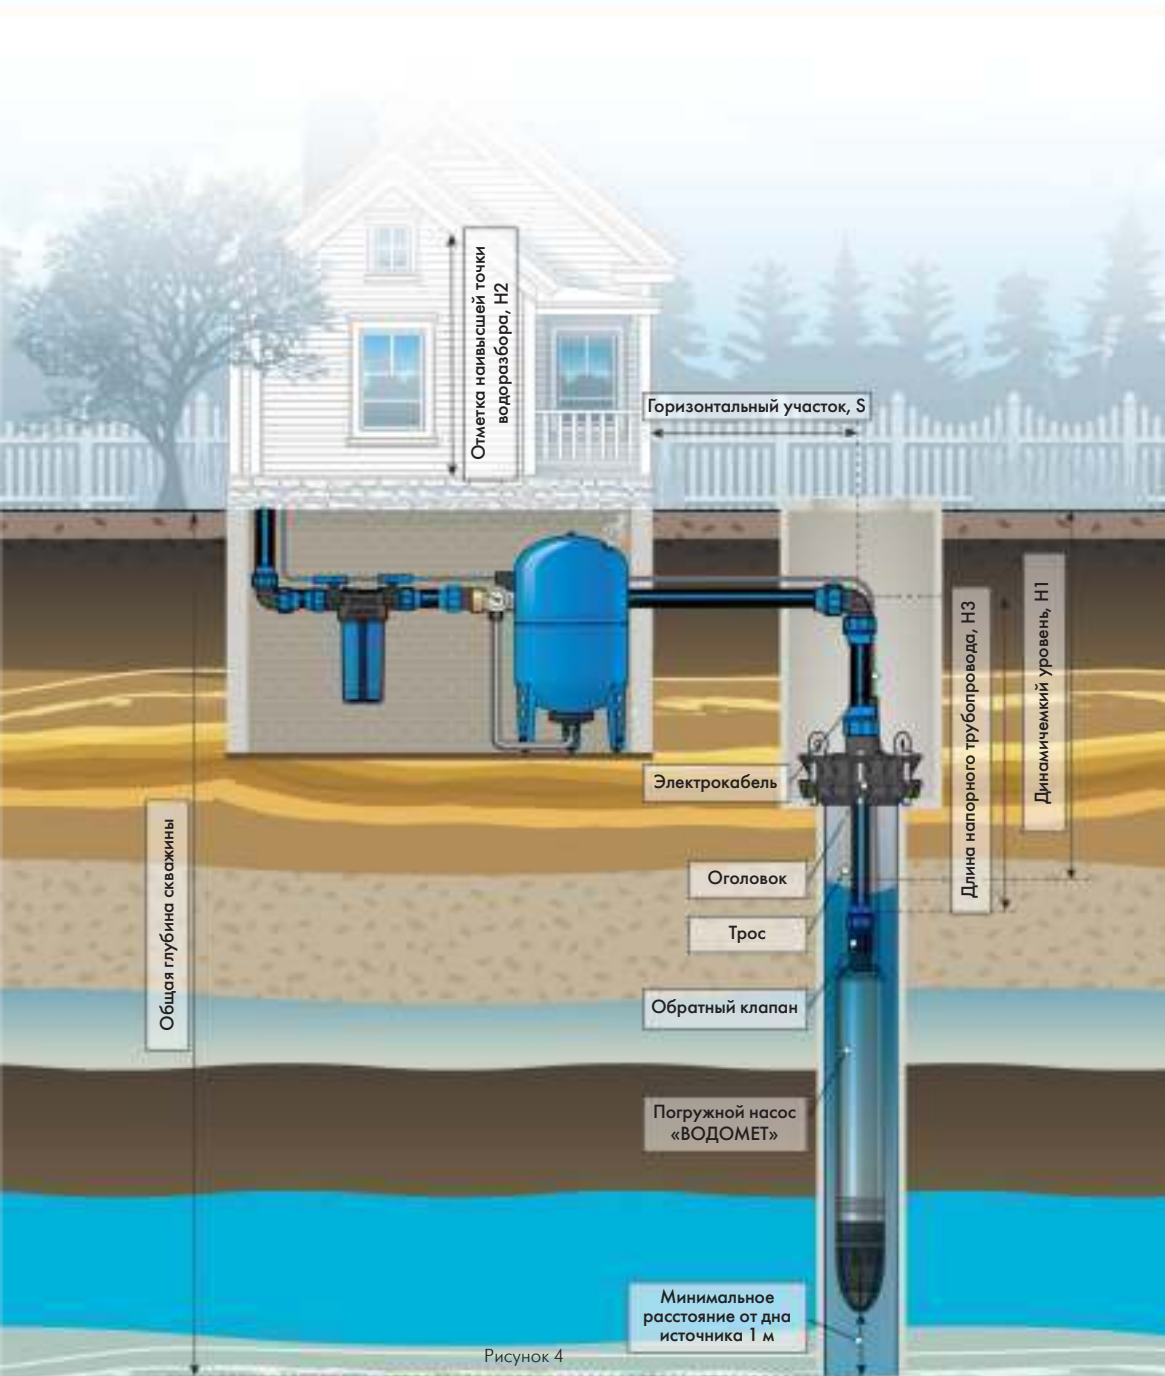

Рисунок 4
Чтобы правильно подобрать погружной насос, необходимо иметь информацию об источнике водоснабжения (рисунок 4 и 5) и о максимальном объеме потребляемой воды (таблица 1).
**S** - расстояние от скважины до дома (рисунок 4);